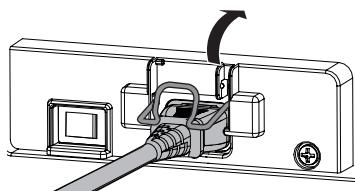

Fig.1
- Sollevare il supporto del cavo di alimentazione che fissa il cavo di alimentazione. (Fig. 1)